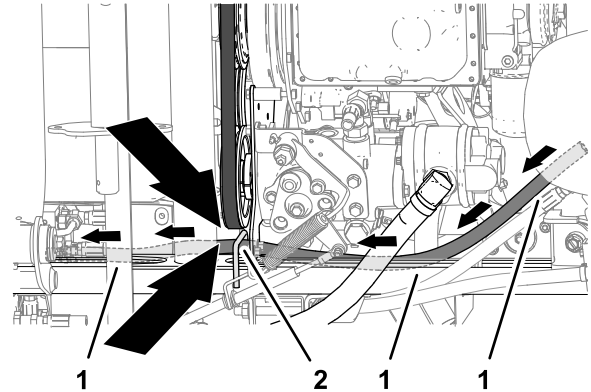

Figura 49
2. Enrute la manguera a lo largo del perfil del bastidor hacia la consola de control (Figura 49).